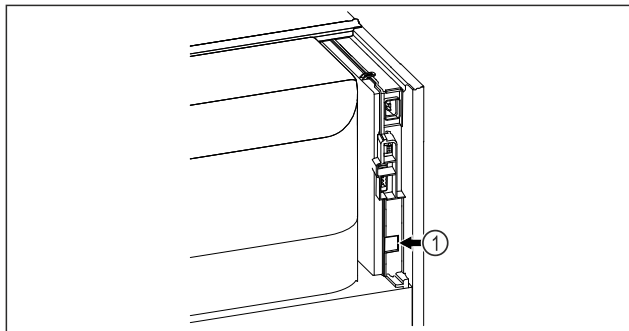

Fig. 125
- SmartModule Fig. 125 (1) este instalat.